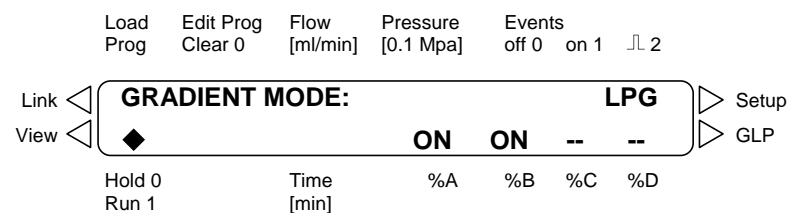

Abb. 4 Beispiel für die Einstellung eines Gradienten-Modus mit zwei Lösungsmittelkanälen
8. Durch Betätigen der ▶ Taste kehrt der Cursor auf die Raute zurück. Das Display sollte jetzt ein ähnliches Erscheinungsbild aufweisen, wie in Abb. 4 dargestellt.